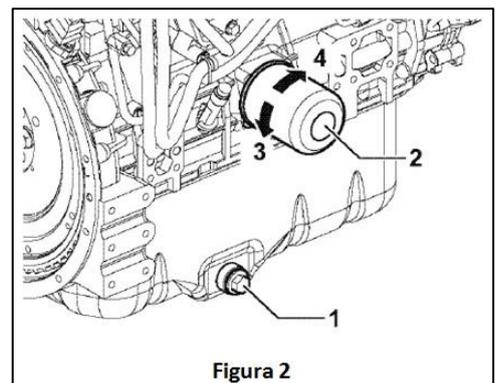

Figura 2
6. Quite el tapón de descarga del cárter ([1] de la figura 2) y espere a que se vacíe completamente
1. Desenrosque hacia la izquierda el filtro ([2] figura 2) usando una llave adecuada